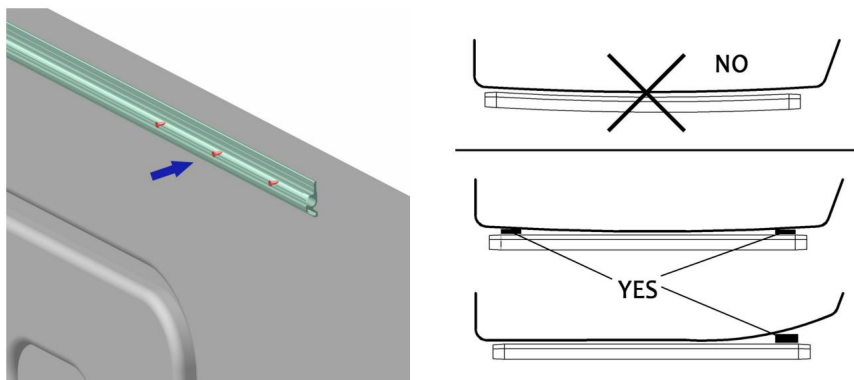

Figure D4 Figure D5 3.2 Prenez les bras repliables à
3.1 Retirez le rail en tissu et fixez-le à l'extérieur de la carrosserie du véhicule avec les vis B (Figure D4). Le rail en tissu doit être installé horizontalement, et si ce n'est pas le cas, il doit être mis à niveau (le bloc coussin doit être fourni) (Figure D5).